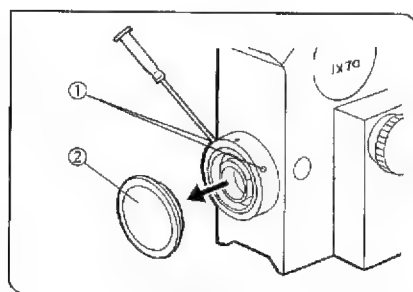

図 43
(図43, 44, 45)
- 1) SLRポート部の、OMカメラアダプタ取付ねじ①(2ヶ所)を六角ドライバでゆるめます。(図43)
- 2) 精密ドライバやシャープペンシルの先端などでSLRポート部のプラスチック製キャップ②を外します。(図43)